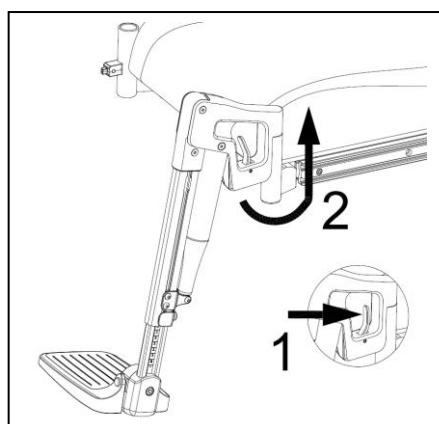

Figure 6.2
- Faire si possible pivoter sur le côté les repose-jambes (fig. 6.2).